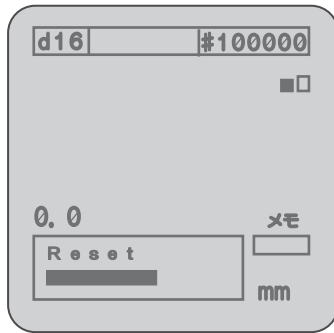

図2
- 続いて図2が表示され、自動的にプローブがキャリブレーション(ゼロリセット)を開始します。